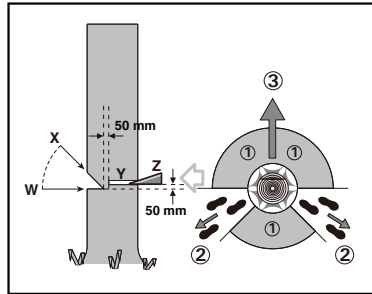

Figura 1
Se debe planificar una vía de escape y despejarla, según sea necesario, antes de comenzar los cortes. La ruta de escape debe extenderse hacia atrás y en diagonal a la parte posterior de la línea de caída prevista, como se ilustra en la figura 1.
Haga la hendidura de 1/3 del diámetro del árbol, perpendicular a la dirección de las caídas, como se ilustra en la figura 1. Realice primero el corte de la hendidura horizontal inferior (W). Esto ayudará a evitar que se pellizque la cadena de la sierra o la barra guía cuando se haga la segunda hendidura (X).
Realice el corte trasero de tala (Y) al menos 50 mm más alto que el corte horizontal de entalladura, como se ilustra en la figura 1. Mantenga el corte posterior de la tala paralelo al corte horizontal de la hendidura. Realice el corte posterior de la tala para que quede suficiente madera para actuar como pivote. La madera del pivote evita que el árbol se tuerza y caiga en la dirección equivocada. No corte la bisagra.